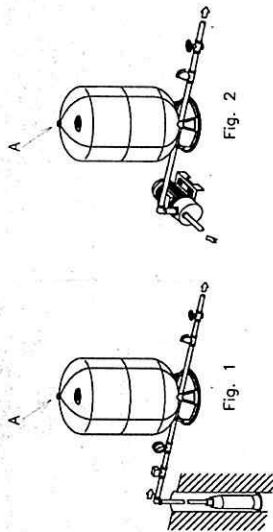

Fig. 1
4. Position the tank as close as possible to the pressure-switch in order to avoid pressure losses due to friction. Figures 1 and 2 illustrate the most frequent types of installation.
6. We recommend installing a safety valve set to the system maximum working pressure. The safety valve and the pressure gauge must be positioned near the indication "A" in Fig. 1 and 2; otherwise, the bladder support stay-bolt must be closed off with a 3/4" plug.
6. Der Vordruck des Druckwächters muß auf den Maximalbetriebsdruck der Anlage genau eingestellt werden. Die Schraube des Druckwächters muß in Übereinstimmung mit dem Buchstaben "A" in den Abb. 1 und 2 zu positionieren; im gegenteiligen Fall muß die Stützstange der Membrane mit einem 3/4" Profilen geschossen werden.
6. Il est recommandé d'installer une soupape de sécurité réglée sur la pression maximum de fonctionnement de l'installation. La soupape de sécurité et la membrane doivent être placés en face de l'inscription "X" de fig. 1 et 2; en cas contraire, la tige de support de la valve devra être fermée par un bouchon de 3/4".